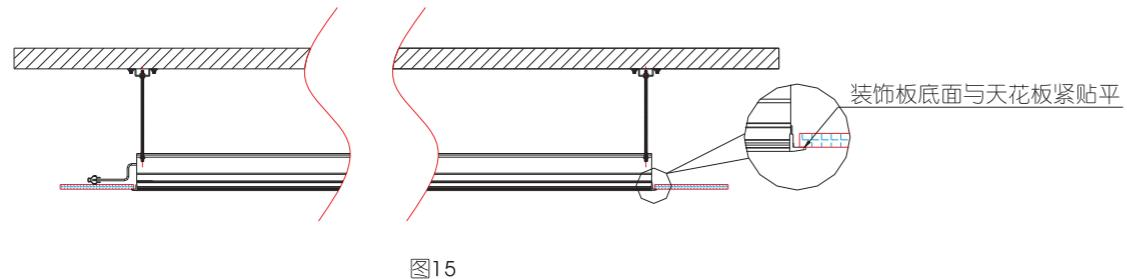

图15
6.先用手拧上M12螺母,将银幕固定在吊架上,再通过直管扳手(标配)将其收紧,如图13-14所示;直到装饰板底面与天花板紧贴平,如图15所示,并接上电源。